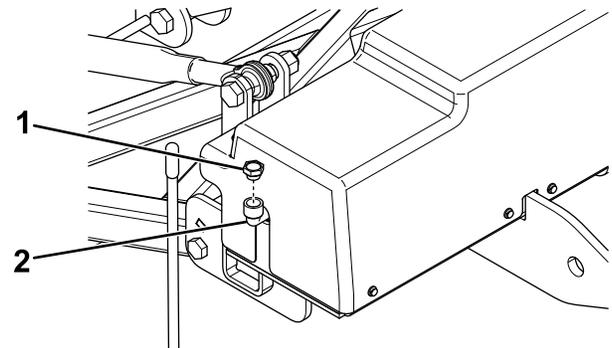

Figura 24
2. Limpie la zona alrededor del tapón de llenado (Figura 24).
3. Retire el tapón de llenado del depósito hidráulico (Figura 24).